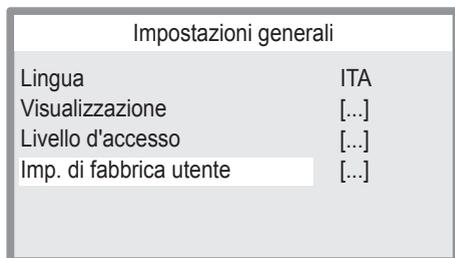

Figura 2.49
- Premere il tasto 15 (Figura 2.32) per accedere al menu selezionato (Figura 2.49).